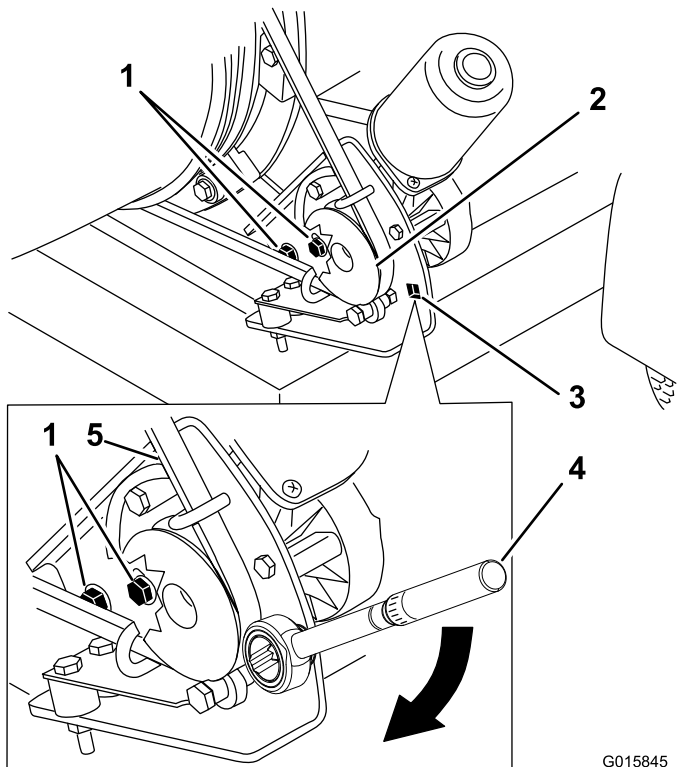

Figura 47
2. Afloje los 2 tornillos de caperuza con arandela prensada y las 2 contratueras con arandela prensada que fijan el soporte de montaje del motor a la sujeción de la carcasa del bastidor de la máquina (Figura 47).
3. Inserte el accionamiento de una llave dinamométrica en el soporte de montaje de la polea tal y como se muestra en la Figura 47.
4. Gire el soporte de montaje del motor alejándolo de la tobera del soplador (Figura 47) hasta que la llave dinamométrica dé una lectura de entre 22,6 y 26,0 N·m.